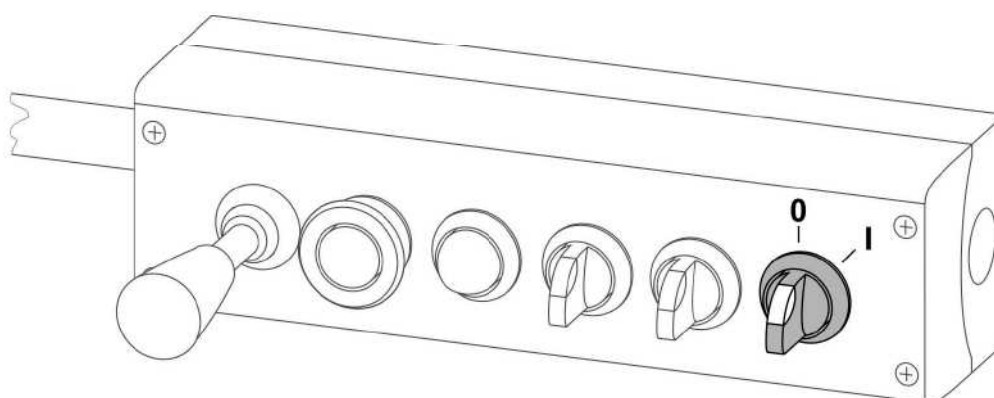

РИСУНОК 4.9 Главный выключатель пульта управления и габаритных фонарей
(0) - пульт управления выключен; (I) - пульт управления и габаритные фонари плуга включены
При помощи главного выключателя (РИСУНОК 4.9) пульт предохраняется от несанкционированного использования. При переключении выключателя в направлении по часовой стрелке в положение (I) включается питание пульта и габаритные фонари. В положении (I) "вкл." главный выключатель подсвечивается. Во время работы плугом и во время передвижения по дорогам главный выключатель должен быть включен.